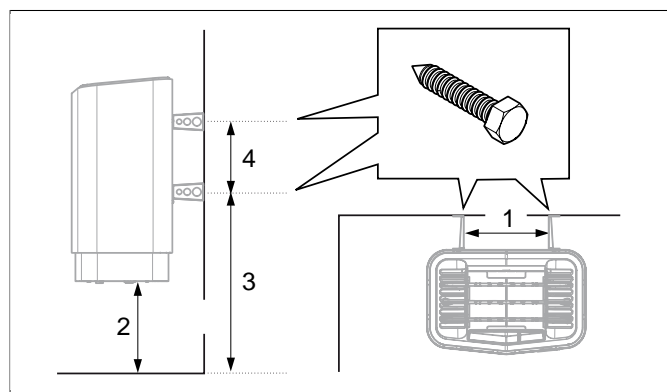

Рисунок 10: Определение размеров
7. Разместите винты кронштейнов согласно указанным размерам см **Рисунок 10**, страница 5.